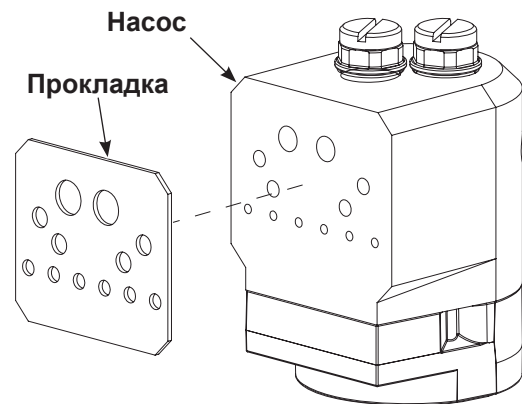

Рис. 27 Замена прокладки насоса
1. См. Рис. 27. Снять прокладку с насоса.